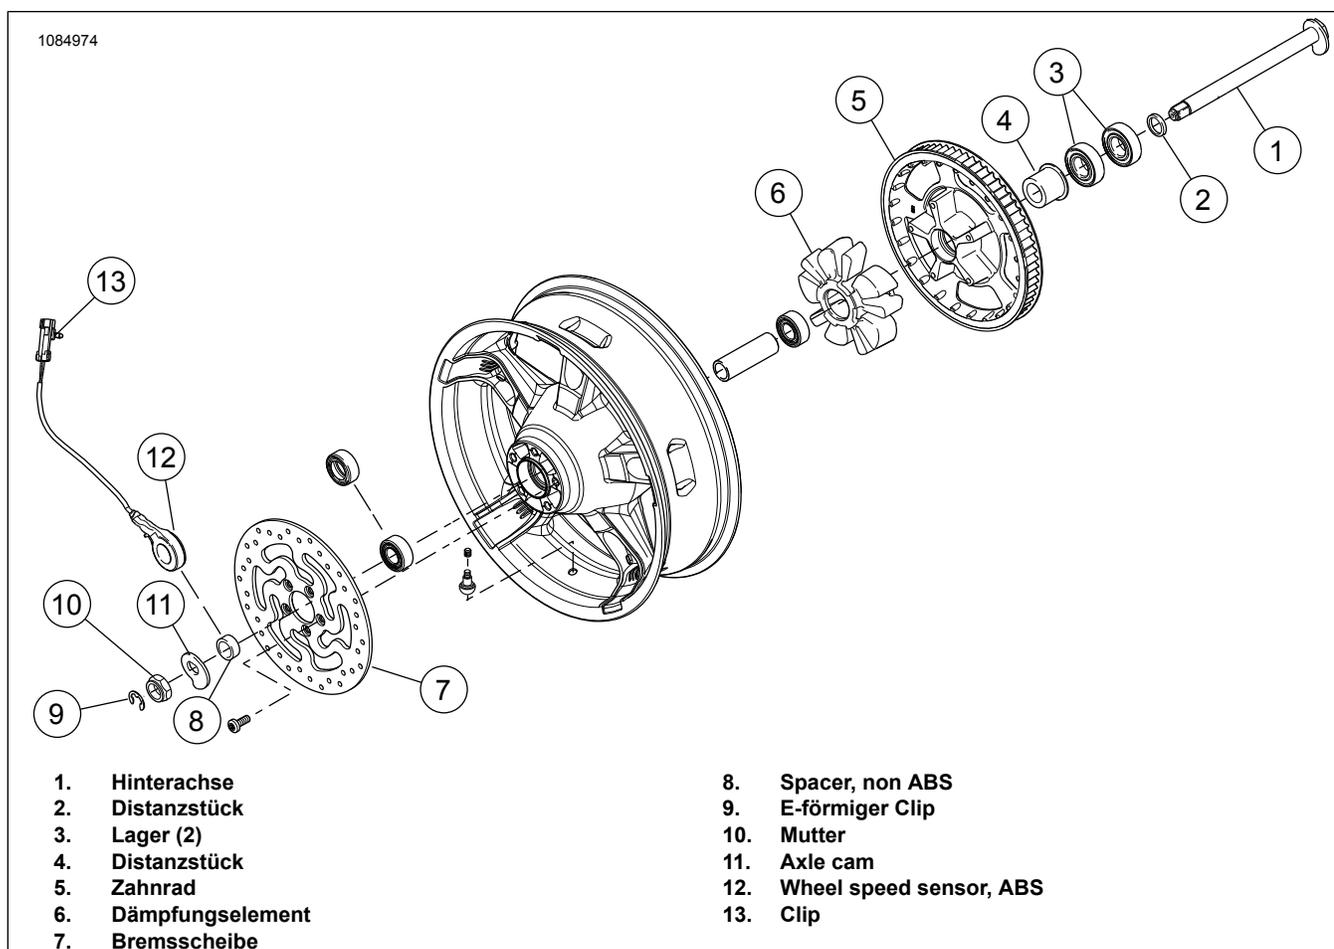

Abbildung 2. Rear Wheel Parts for Reuse
3. Siehe Abbildung 2. Die vorhandene Hinterradbaugruppe abmontieren und auseinandernehmen. Parts listed are needed for reassembly. Siehe Werkstatthandbuch.